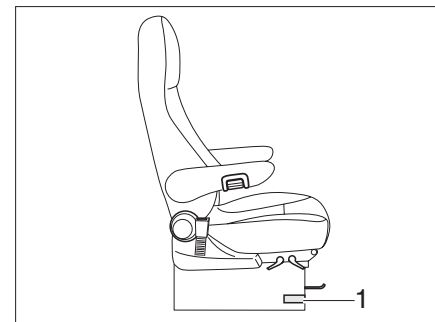

Fig. 38 Asiento del conductor y del acompañante
- ▶ Presionar o tirar de la palanca para girar el asiento (Fig. 38,1). El asiento se desbloquea. La dirección de giro es opcional. El asiento solamente puede bloquearse en la dirección de marcha.